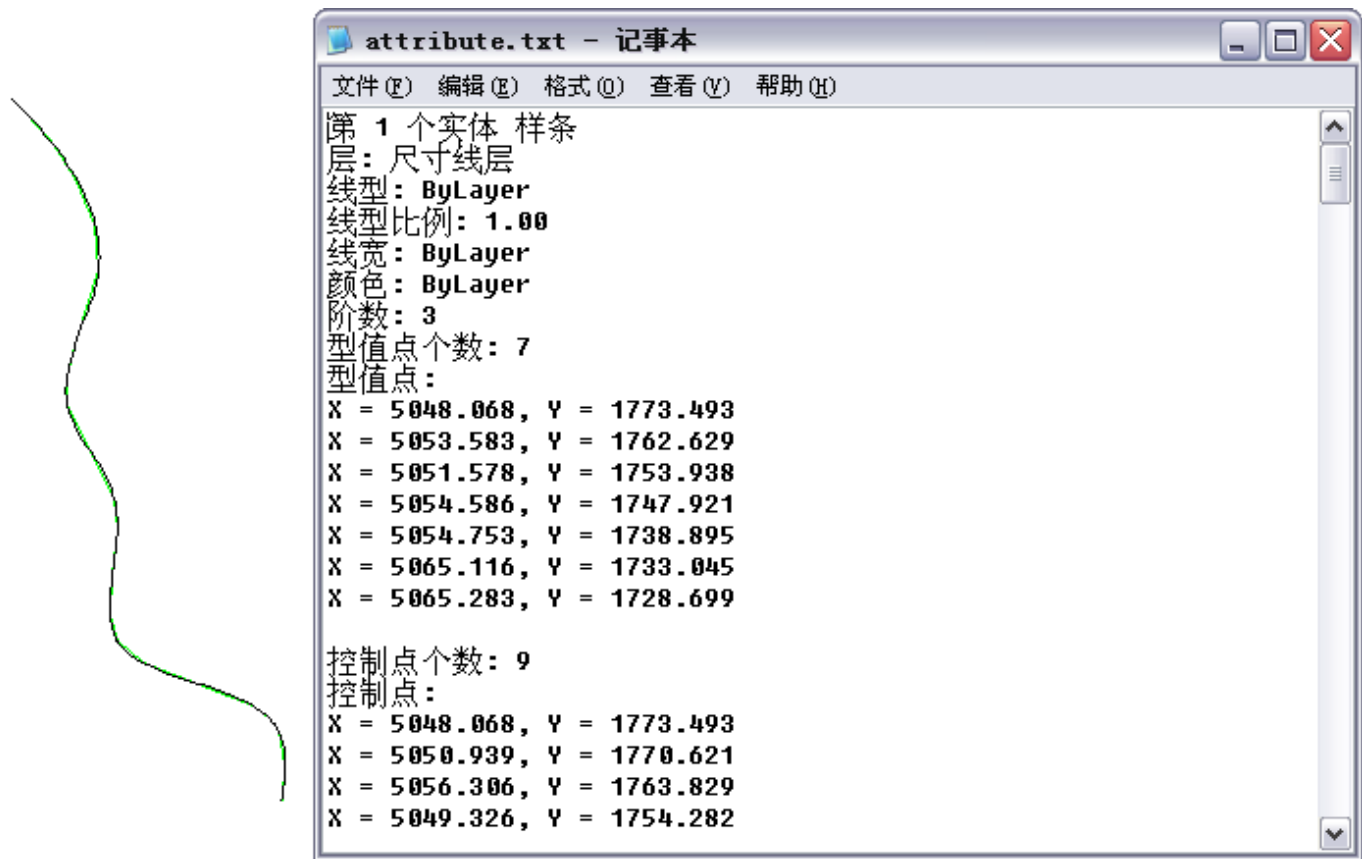

图 2-65 圆弧拟合样条属性查询
- 4) 通过查询工具的【元素属性】功能，可以查询各拟合圆弧属性如图 2-65 所示。